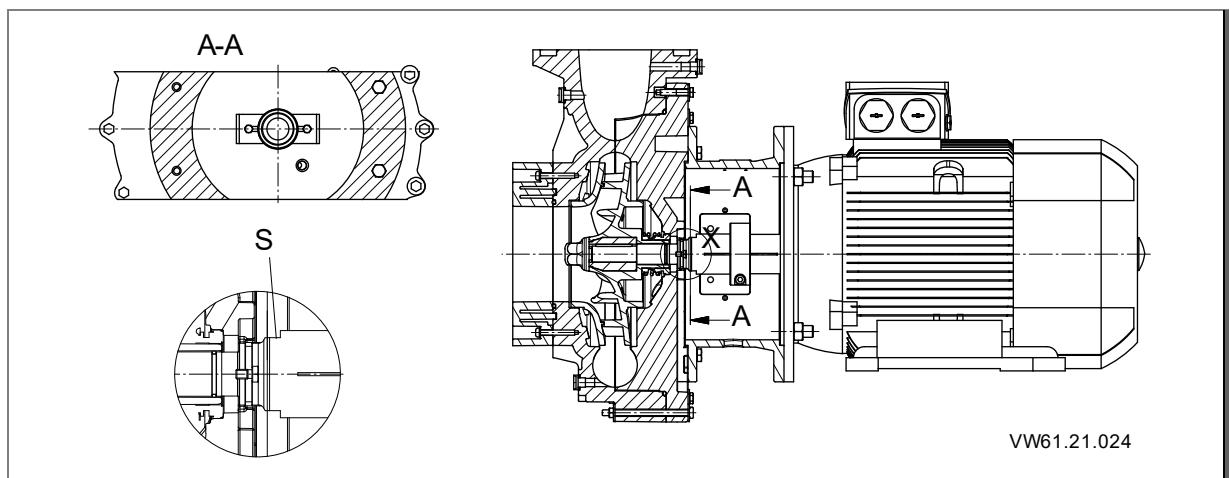

Abb. 9
1. Kupplungsschutz (681) von der Antriebslaterne (341) lösen.
2. Pumpenwelle (210) an Schlüsselweite festhalten. Siehe "Abb. 9" auf Seite 28
3. Laufradmutter (922) mit eingelegtem Runddichtring (412.4) lösen.
4. Laufrad (230) abziehen. Laufrad auf einer sauberen und ebenen Fläche ablegen.
5. Passfeder (940) aus der Passfedernut entnehmen.
6. Rotierende Einheit der Gleitringdichtung (433) von der Laufradnabe abziehen.
7. Sechskantschrauben (901) lösen
8. Gehäusedeckel (161) von der Laterne (341) lösen.
9. Gegenring der Gleitringdichtung (433) aus dem Gehäusedeckel (161) entnehmen.
1. Passfeder (940) in Passfedernut einlegen.
2. Laufrad (230) auf Welle (210) schieben.
3. Pumpenwelle an Schlüsselweite festhalten. Siehe "Abb. 9" auf Seite 28
4. Laufradmutter (922), mit eingelegtem Runddichtring (412.4) befestigen. Auf Anzugsmoment achten! Siehe Kapitel 8.6 auf Seite 29
4. Beide Sicherungsbleche (931) vollständig aus der Wellennut ziehen. Siehe "Abb. 9" auf Seite 28